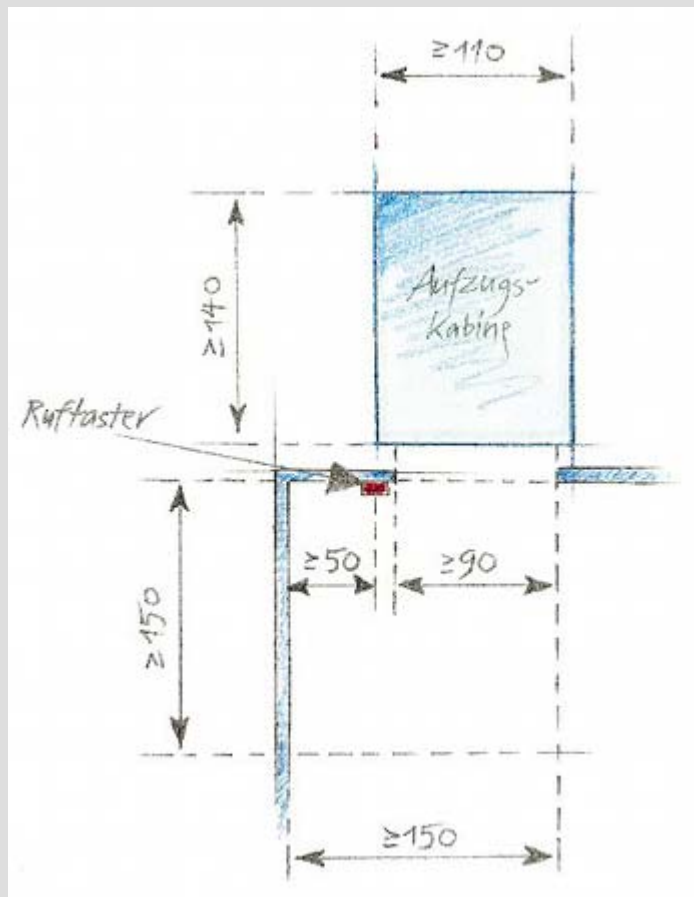

Abbildung 1
- Ruftaster beziehungsweise Kommandotafeln sind in 0,85 m Höhe mindestens 0,50 m von baulichen Begrenzungen – zum Beispiel Mauern, Türleibungen – entfernt anzuordnen. (siehe Abbildung 1)